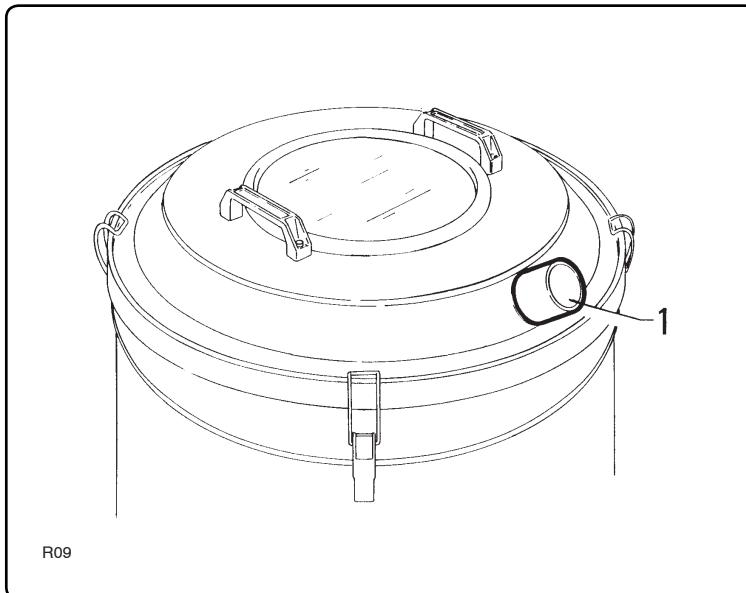

Fig. 5.3.1
5.3 - Verifica corretto allacciamento elettrico (fig. 5.3.1)
5.3 - Inspecting the electrical connection (fig. 5.3.1)
5.3 - Vérification du raccordement électrique (fig. 5.3.1)
5.3 - Control de la correcta conexión eléctrica (fig. 5.3.1)